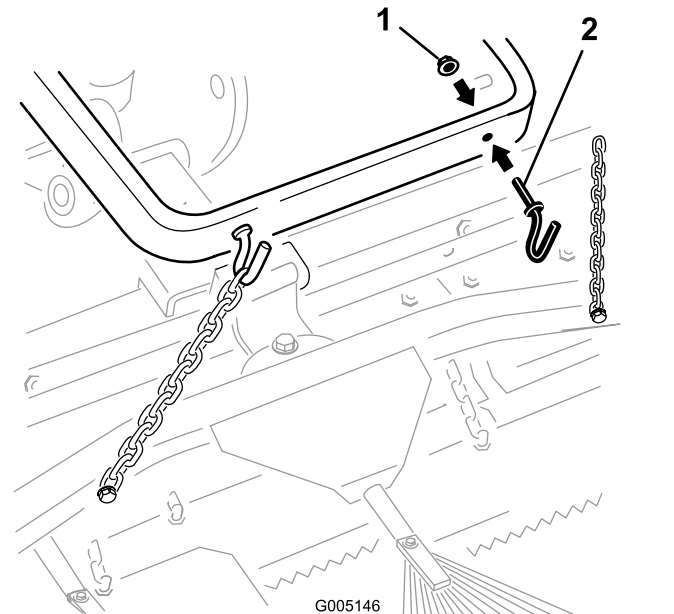

Figura 5
- A. Montate 2 ganci sulla parte posteriore del braccio di sollevamento con 2 dadi ($\frac{3}{8}$ " (Figura 5)). Fissare le catene ai ganci alla lunghezza desiderata.